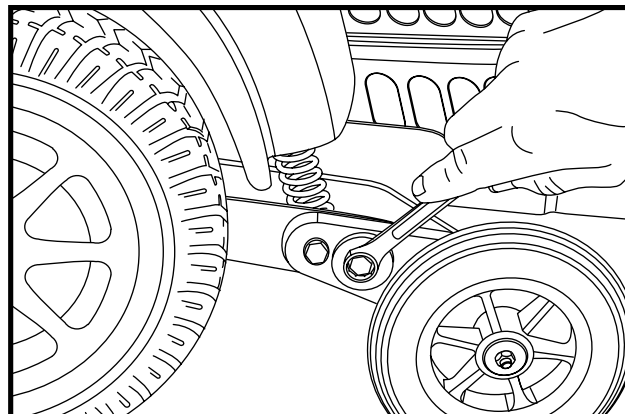

Figure 23. Support d'antibascul (Réglez la came)
4. Pour régler la roulette vers le haut, tournez la came dans le sens opposé aux aiguilles d'une montre. Pour régler la roulette vers le bas, tournez la came dans le sens des aiguilles d'une montre. Voir la figure 23.